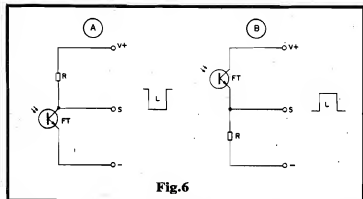

Fig.6
- FIG. 6 - "RECOLHENDO" OS SINAIS DE UM FOTO-TRANSISTOR - Assim como os
LDRs, os FOTO-TRANSISTORES são, inerentemente, dispositivos de baixa Potência, normalmente incapazes de manejar, diretamente, "watts" ou coisa assim (normalmente podem trabalhar na casa de algumas centenas de miliwatts, no máximo...). Dessa forma, o aproveitamento prático dos seus sinais de sensoramento, exige alguns "truques" circuitais simples, sendo os mais comuns os mostrados na figura: 6-A traz um arranjo com o FOTO-TRANSISTOR dotado de um resistor de carga (R) em coletor, enquanto que 6-B mostra uma estrutura com o resistor de carga (R) em emissor. Observem que - como FOTO-TRANSISTORES são componentes polarizados - existe sempre uma maneira "certa" de se ligar seus terminais às linhas de alimentação... Nos casos/exemplos, como o foto-sensor é do tipo NPN, sempre seu coletor deve estar "positivado" com relação ao emissor (com um LDR - não polarizado - tanto faz ligar "daqui pra lá" ou "de lá pra cá"...). No primeiro exemplo (6-A), o coletor do componente (ponto de Saída S) mostrará uma nítida "queda" de Tensão, com o foto-transistor na presença de LUZ forte... Já no segundo exemplo (6-B), o ponto S de Saída, correspondente agora ao emissor do componente, mostrará uma sensível "elevação" da Tensão, na presença de LUZ forte... Normalmente as gamas de variação da Tensão de Saída, nos arranjos com foto-transistor, são diferentes das obtidas com LDRs (mesmo em estruturas eletricamente parecidas, como as correspondentes em 6-A e 6-B com 2-A e 2-B...). Além disso, o conjunto